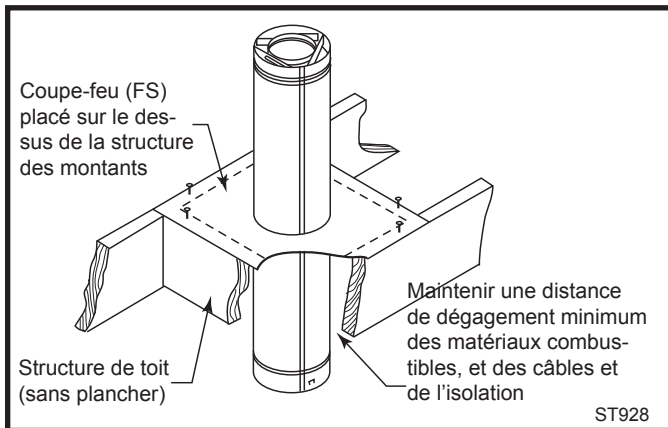

Fig. 39 Coupe-feu.
Le tuyau de type TEMPÉRATURE DIRECTE doit être isolé contre le feu à tous les endroits où il passe à travers le plafond, le plancher et les murs. Le seul endroit où le coupe-feu n'est pas requis est à la hauteur du toit. Les deux (2) systèmes de composants de supports verticaux avec les plaques de finition vous assurent une protection contre le feu. Les passages muraux vous assurent aussi une protection contre le feu. Aux autres endroits dans la maison, un dégagement de coupe-feu doit être installé. Dans le grenier, le coupe-feu doit être installé sur le dessus des montants afin de prévenir les débris de tomber sur la structure de montants. Fig. 39